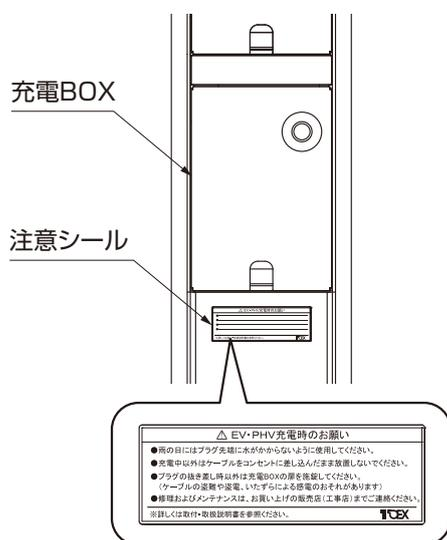

図8-1
- ①注意シール(EV・PHV充電時のお願い)を充電BOXの下側に貼付けてください。(図8-1参照)